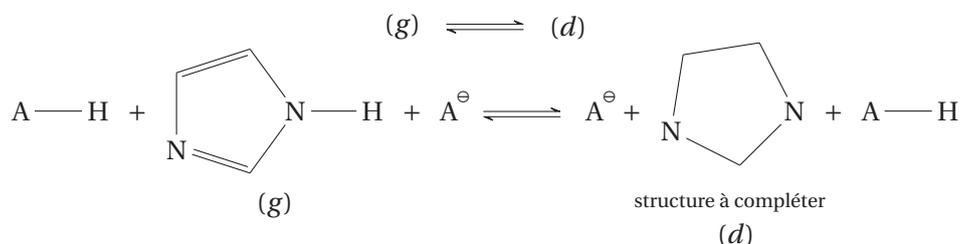

FIGURE 15 – Schéma à reproduire sur la copie et à compléter (Q55).
La figure 15 représente un équilibre entre deux formes nommées (*g*) et (*d*) (pour « gauche » et « droite »). AH représente toute espèce protogène présente dans le milieu (l'imidazole par exemple).
**Q55. Compléter** la figure 15 avec, entre autres, les mouvements d'électrons (sens  $g \rightarrow d$ ). **Nommer** le type d'équilibre ainsi formalisé.